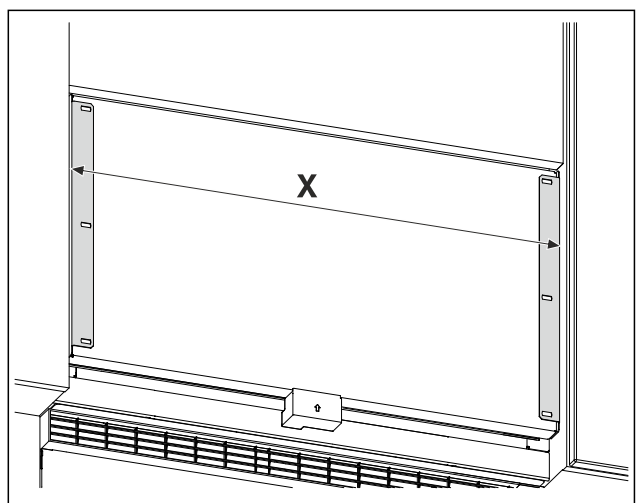

Fig. 25 Esimerkkikuva
- Mittaa etäisyys Fig. 25 (X) kiinnityskulman ulkoreunojen väliltä.